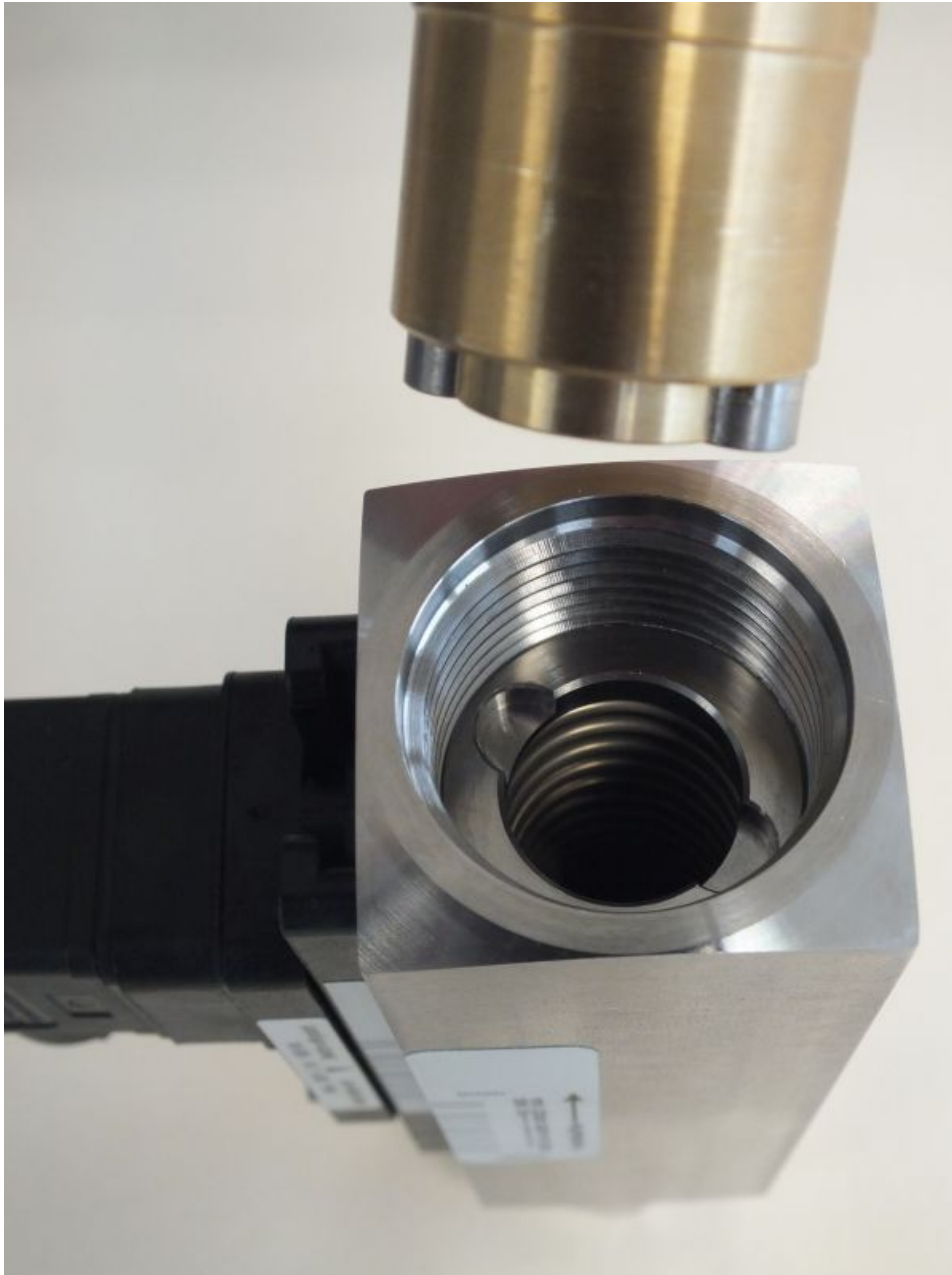

Abb. 43: Eindrehwerkzeug-Gewinding einführen (Ausgang)
- 3.** ➤ Das Eindrehwerkzeug-Gewinding in den Geräteausgang einführen (Abb. 43) und drehen bis es in die Mitnehmer-Nut des Gewindinges einrastet